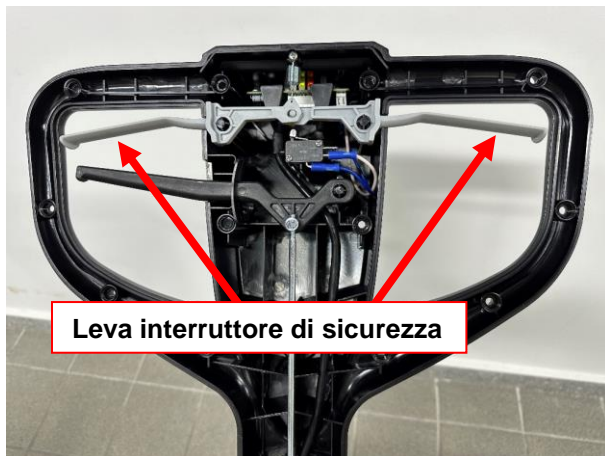

Figura 9
52. Rimuovere il gruppo della leva dell'interruttore di sicurezza (Figura 9).